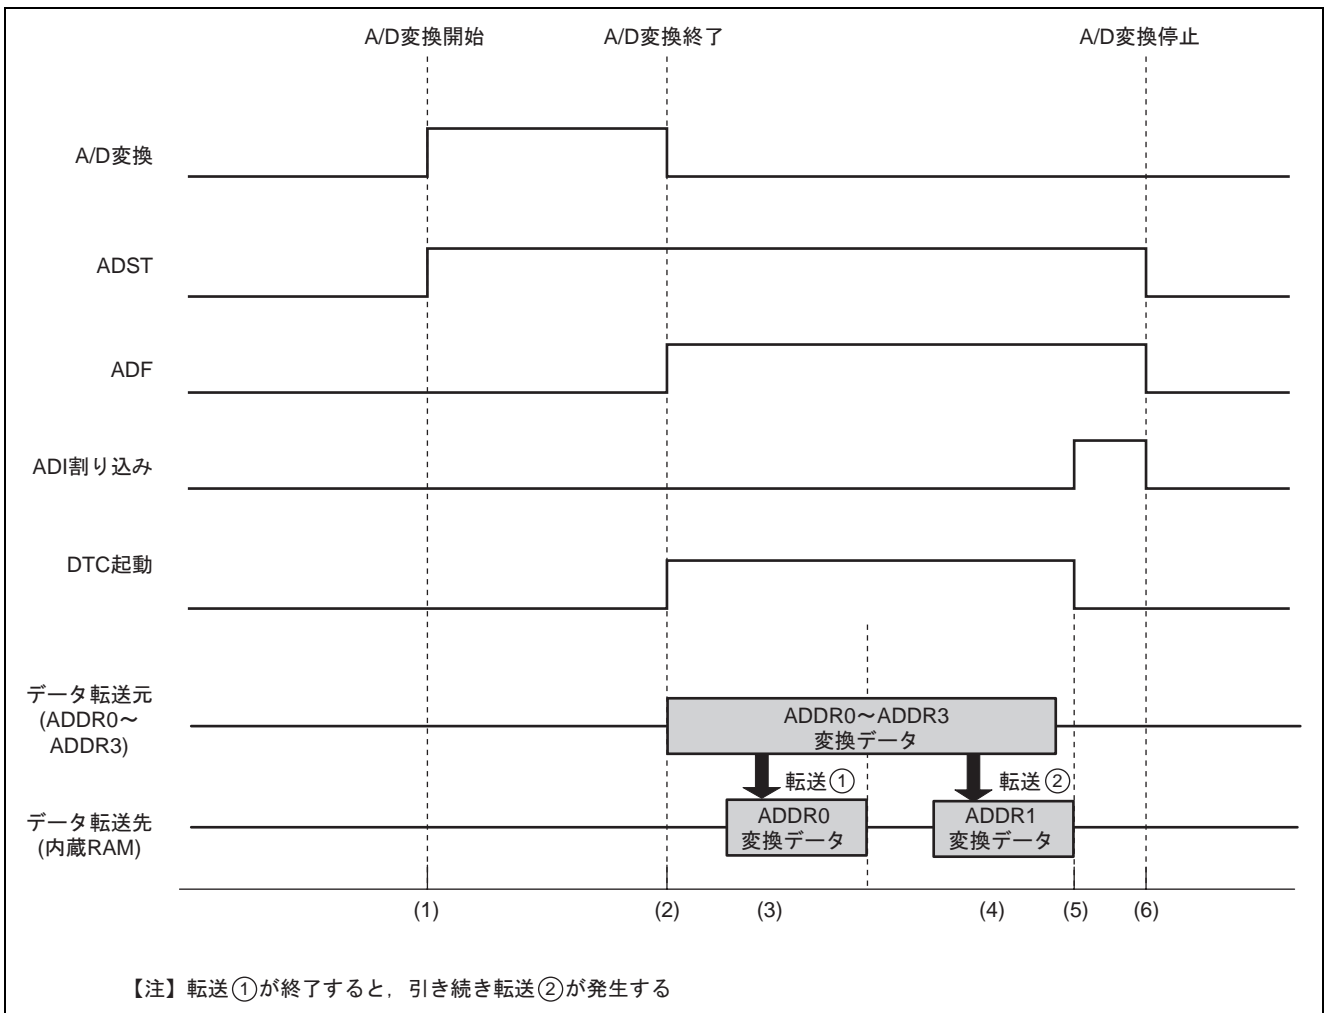

図 3 A/D 変換と DTC 転送のタイミング
まず、ADI 割り込みを許可に設定後、ADST ビットを '1' にセットして A/D 変換を開始します（図 3 (1)）。A/D 変換終了により、ADF ビットが自動的に '1' にセットされると、ADI 割り込み要求が発生し、DTC が起動されます（図 3 (2)）。ただし、ADI 割り込み要求が起きても、DTC が起動された場合、割り込みは発生しません。そして ADDR0 に格納された A/D 変換データが、事前に確保した RAM 領域に DTC によって転送されます（図 3 (3)）。引き続き、ADDR1 に格納された A/D 変換データも RAM 領域に DTC によって転送されます。データ転送が終了すると ADF ビットは自動的にクリアされます（図 3 (4)）。本応用例は連続スキャンモードのため、ADST ビットは自動的にクリアされません。DTC 転送が終了し ADF ビットが '1' にセットされると、DTCE ビットが自動的にクリアされ、ADI 割り込みが発生します（図 3 (5)）。ADI 割り込み内で、ADST ビットをクリアし、A/D 変換を停止させます（図 3 (6)）。